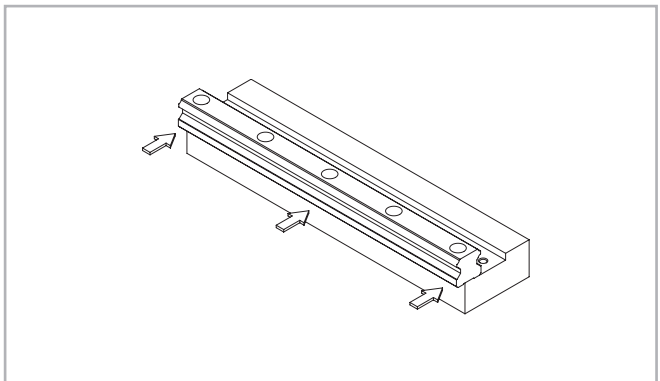
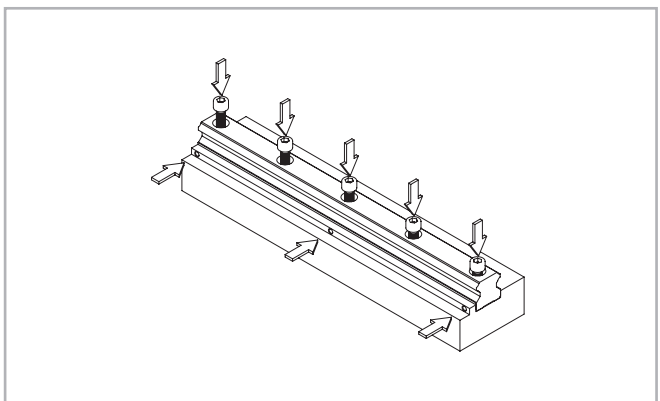

Fig. 54
Fig. 55
(1) Alise a superfície de montagem com uma pedra de amolar a óleo e elimine as rebarbas, as irregularidades e a sujeira (ver fig. 54).
(2) Coloque cuidadosamente a guia sobre a superfície de montagem (ver fig. 54), apertando um pouco, provisoriamente, os parafusos de fixação, de modo que a guia esteja ligeiramente em contato com a superfície de montagem (alinhe a guia pela aresta do ombro da superfície de montagem, ver fig. 55).